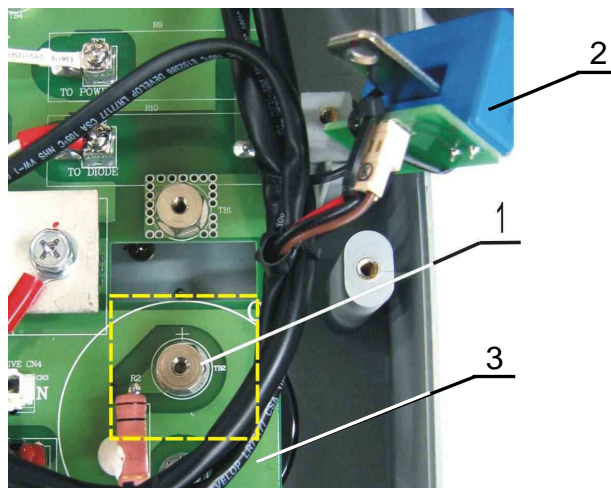

Рис. 6.16
6.10.7. Вывернуть резьбовую втулку 1 (рис.6.16). Положить резьбовую втулку в тару.